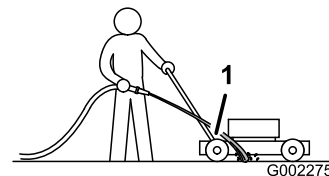

Figure 36
3. Tenez le tuyau d'arrosage à hauteur du guidon et dirigez le jet d'eau vers le sol, juste devant la roue arrière **droite** (Figure 36).